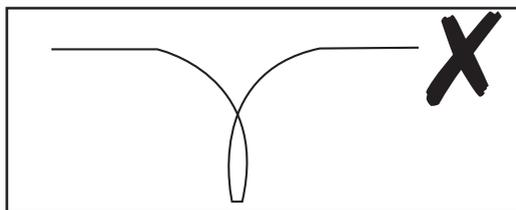

Fig. 16
- Dérouler le câble périphérique (19) et l'étirer, en éliminant tout nœud ou pli (Fig. 16).